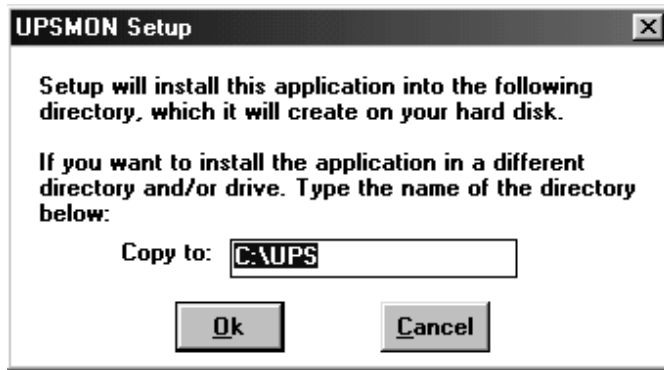

Figura 6: Instalación de UPSMON en Windows
3. Escriba [A:\SETUP] y pulse <Intro>. En la pantalla aparecerá la Figura 6.